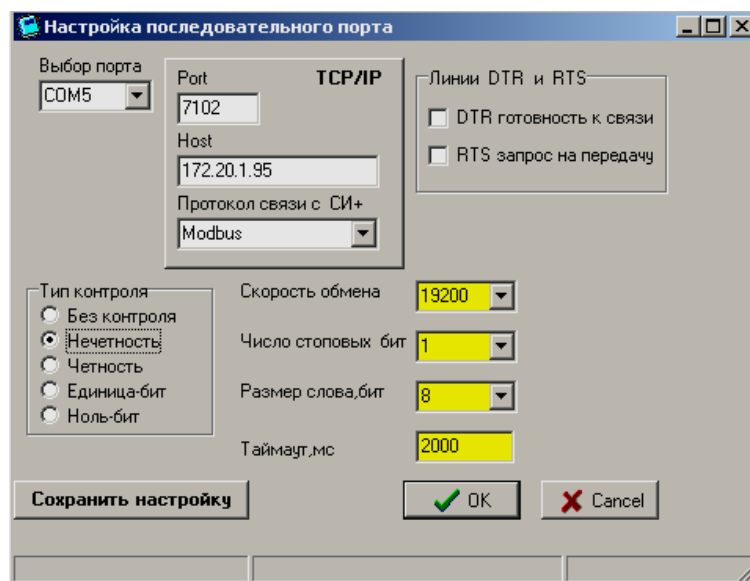

Рисунок 7.58
7.8.1.4 Нажать на кнопку «Настроить» для активации формы «Настройка последовательного канала» (рисунок 7.58). На панели «TCP/IP» установить значение параметра «Port» (при использовании сервера БСР1 начальное значение равно «7102») и «Host» (IP-адрес сервера в сети, например «172.20.1.95»). Нажать на кнопку «Сохранить настройку». Выйти в начальную форму.
7.8.3.4 Нажать на кнопку «Настроить» для активации формы «Настройка последовательного канала» (рисунок 7.58). На панели «TCP/IP» установить значение параметра «Port» (при использовании сервера BCP1 начальное значение равно «502») и «Host» (IP-адрес сервера в сети, например «172.20.1.95»). Нажать на кнопку «Сохранить настройку». Выйти в начальную форму.